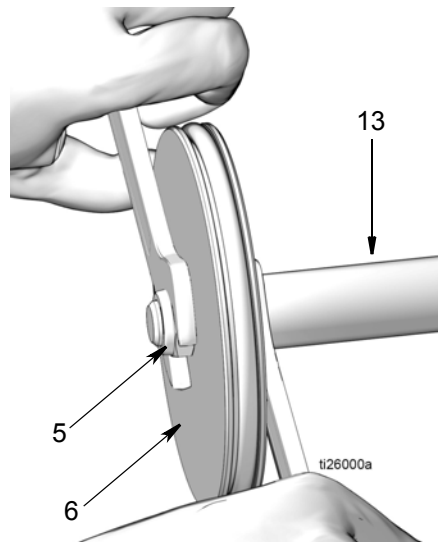

FIG. 20
15. Vástago del pistón (13) y pistón (6)
- a. Saque el vástago del pistón (13) y el pistón (6) del cilindro de aire (2) (FIG. 20).
- b. Para separar el vástago del pistón (13) y el pistón (6), utilice dos llaves trabajando en direcciones opuestas. Fije una llave de boca en la parte plana del vástago del pistón y con la otra llave afloje la tuerca (5) como se observa en FIG. 20.